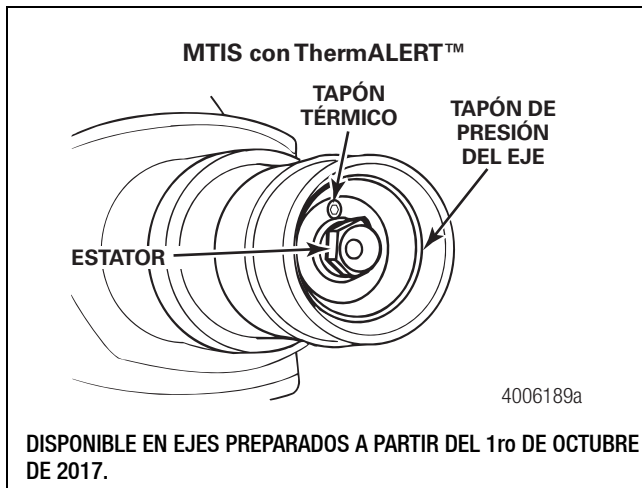

Figura 1.6
- Si están dotados con el sistema ThermALERT™, el tapón de presión del eje con el tapón térmico y el estator van instalados dentro de la espiga del eje. El tapón térmico tiene que ser instalado en la posición de las 12 en punto con el eje asentado en posición de funcionamiento. Figura 1.6.